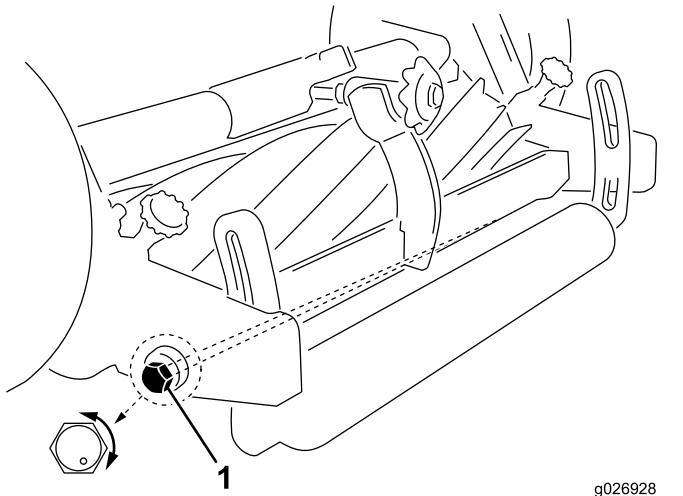

図 6
6. ベッドナイフがリールに対して平行になるように、偏芯ボルトで調整する図 6。左側ピボットボルトは偏芯ねじとなっており、回転させるとちょうどカムのようにならせる。左側ピボットボルトにはオフセットを示すドット図 6 がついている。ドットが上位置にある時図 6 ベッドバーの左端が高くなっている。ボルトを右に回してドットが下がってくると、ベッドバーの左端も下がってくる。調整は、後側の半円 180 度範囲でドットを移動させて行う。